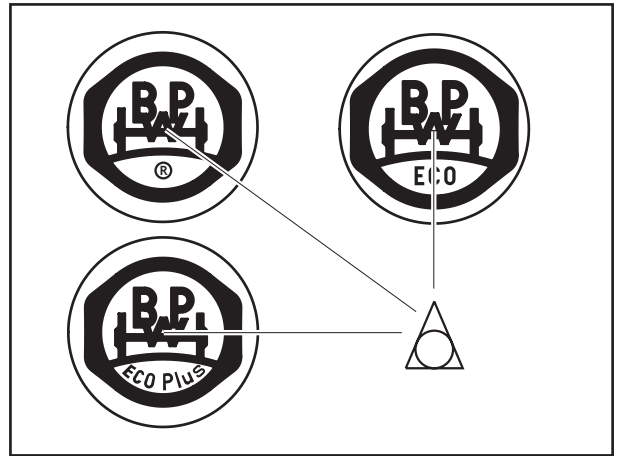

Fig. 11
- [4] Nabenkapseln ggf. mit etwas BPW Spezial-Langzeitfett ECO-LiPlus nachfüllen (entfällt bei ECO- und ECOPlus Nabensystem) und mit dem vorgeschriebenen Anziehdrehmoment siehe Kapitel 1 festziehen. Das Dreieck im BPW Zeichen liegt zentrisch (Fig. 11).
[4] Refill hub caps, if required, with BPW special longlife grease ECO-LiPlus (does not apply to the ECO and ECOPlus hub system) and tighten in to the specified torque, see chapter 1. The triangle in the BPW symbol is positioned in the centre (Fig. 11).
[4] Remplir les capuchons de moyeu, en cas de besoin avec un peu de graisse spéciale BPW longue durée ECO-LiPlus (pas pour les systèmes de moyeu ECO et ECOPlus) et visser au couple de serrage prescrit, voir chapitre 1. Le triangle dans le sigle de BPW est au centre (fig. 11).